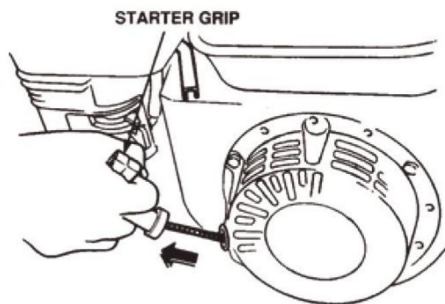

FIG.10
9.6 Saisissez la poignée de démarrage (FIG. 10) et retirez-la lentement. La résistance devient le plus difficile à une certaine position, correspondant au